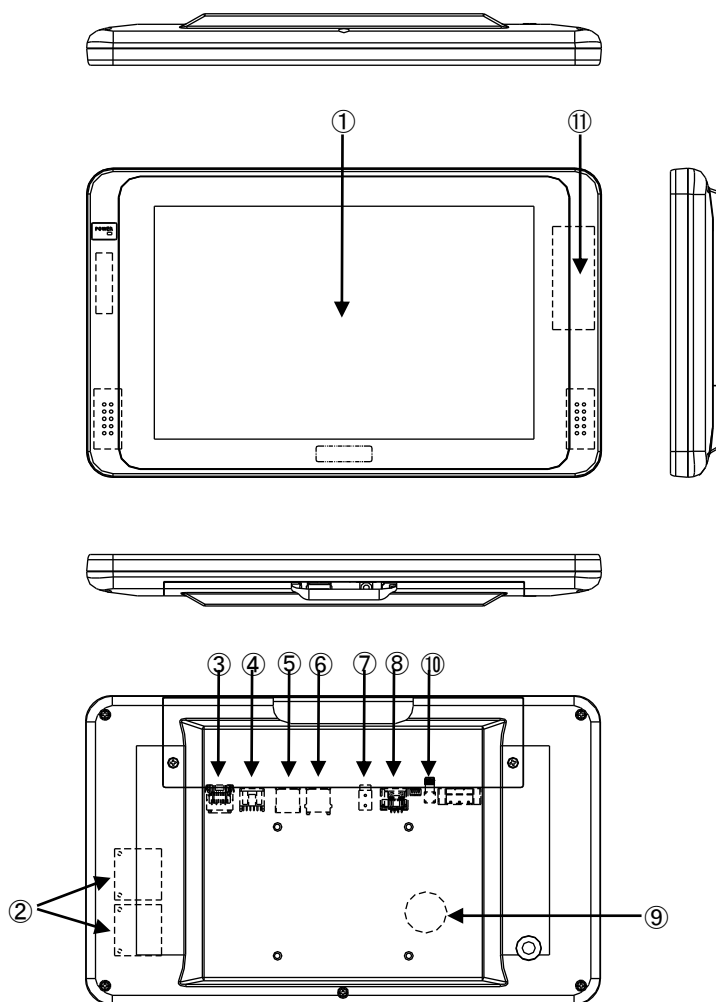

図 3-1-1. 外形図 (AM4-101BN)
AM シリーズの例として、AM4-101BN の外形図を図 3-1-1 に示します。各部名称を表 3-1-1 に示します。
COM4	SI01 (図 3-1-1 ④) アプリケーションでシリアル通信に使用できます。
ローカルエリア接続	LAN1 (図 3-1-1 ⑨): 1000BASE Ethernet
汎用入出力	汎用の入出力です。 入力 6 点、出力 4 点を制御できます。 (図 3-1-1 ⑩)
バックアップバッテリーモニタ	BIOS 設定、RTC、外部 RTC に使用されるバックアップバッテリー (図 3-1-1 ⑪) の状態を取得することができます。